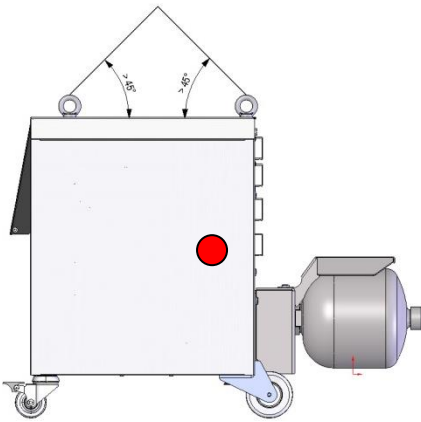

Fig. 6: Pontos de fixação
1. Fixar os cabos e as cintas adequadamente (Fig. 6).
2. Certifique-se de que a unidade de comutação fica suspensa recta, tendo em conta o centro de gravidade descentrado (→ ● Fig. 6).